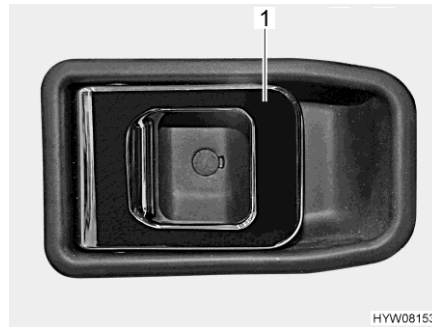

Fig. 54 Cerradura de la puerta (puerta del conductor en el interior)
**Abrir:** ■ Tirar del tirador (Fig. 54,1). Se desbloqueará o bien abrirá la cerradura de la puerta.
**Bloquear:** ■ Presionar el tirador (Fig. 54,1). Se bloqueará la cerradura de la puerta.